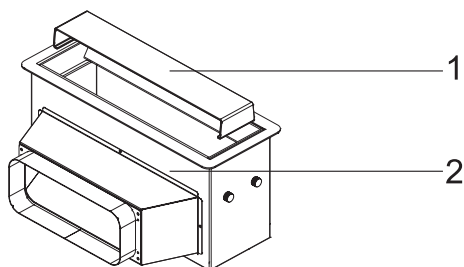

Abb. 11: Abnehmen der Metallabdeckung
1. ➔ Entfernen Sie den Metalldeckel auf dem Lufteinlasskanal Ihres Produkts (Abb. 11).